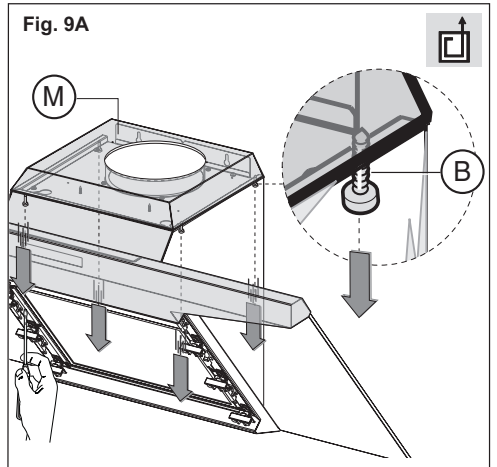

Fig. 9A
- Ta bort de 4 skruvarna **B**, som visas i Fig.9A.
- Fäst åter kupolen med de 4 skruvarna som har tagits bort tidigare i Fig.9A.
Innan skorstenskliporna installeras ska de 4 skruvarna **B** och kupolen **M** tas bort, som visas i Fig.9A-B.